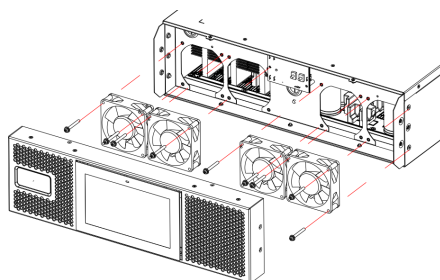

Рисунок 6.2. Демонтаж вентиляторов
2. Открутить крепёжные винты, чтобы заменить вентиляторы (см. рис. 6.2). После установки новых вентиляторов затянуть крепёжные винты и установить лицевую панель на место.